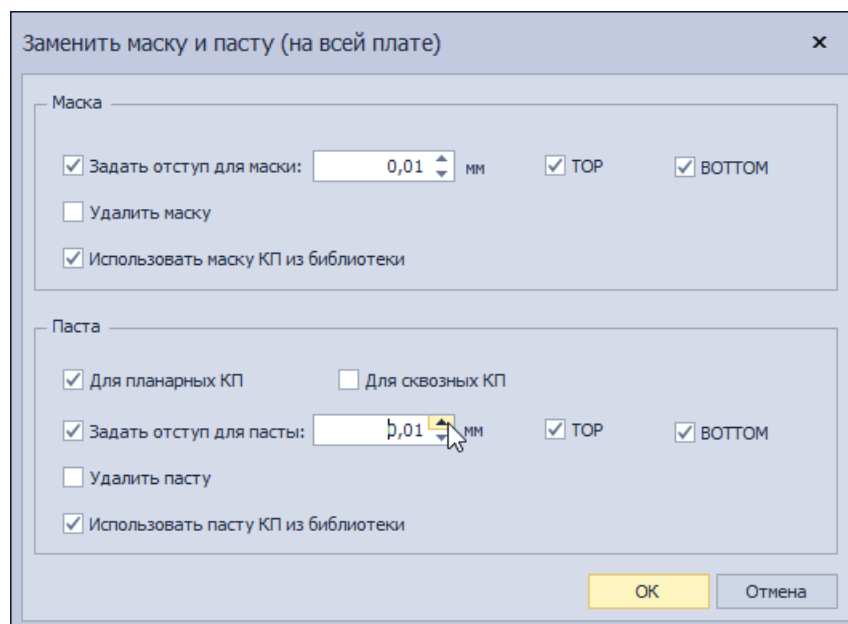

Рис. 416 Установка отступов для пасты и маски
- Установить параметры отступов маски и пасты от границы контактных площадок в открывшемся окне «Заменить маску и пасту» в поле «Задать отступ для маски/пасты». По умолчанию данное окно открывается в следующем виде, см. Рис. 416. Для маски обычно устанавливается положительный отступ (наружу от контактной площадки), для пасты – отрицательный (внутри контактной площадки). Имеется возможность отдельного назначения отступов для TOP и BOTTOM сторон и использования параметров маски и пасты для контактной площадки из библиотеки путем установки флага в поле «Использовать маску/пасту КП из библиотеки».